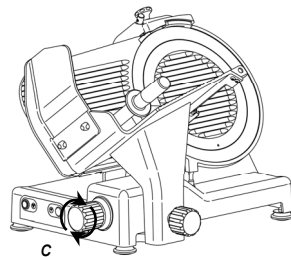

Abb.37
- die Öffnung des Segels überprüfen, indem man den nummerierten Drehgriff vorwärts und rückwärts dreht (Abb.37 Detail c);